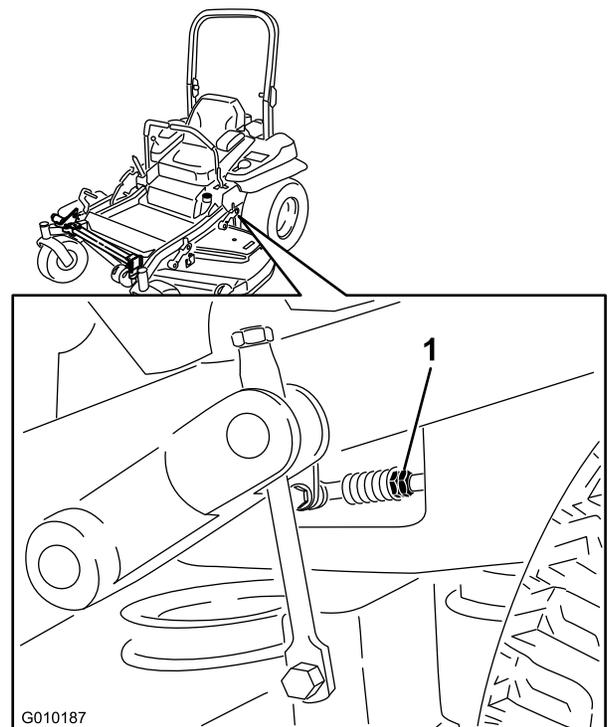

Figure 82
8. Réglez la longueur des tiges de pompes en tournant les doubles écrous dans le sens voulu jusqu'à ce que les roues tournent légèrement en marche arrière (Figure 82).